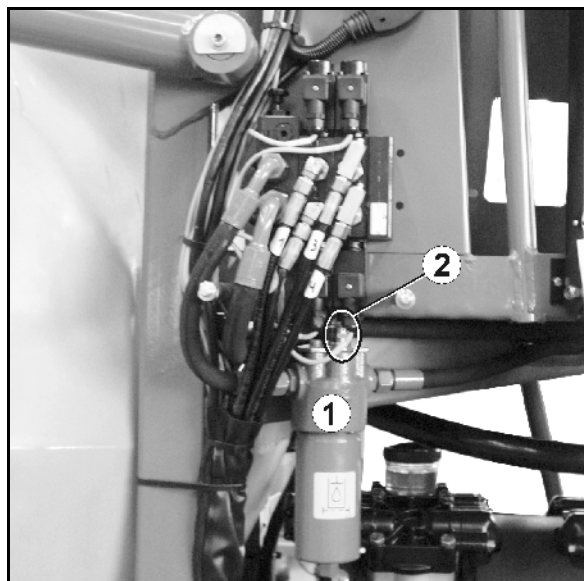

Bild 143
Oljefiltret (Bild 143/1) med sin igensättningsindikering (Bild 143/2) kontrollerar kontamineringen av hydrauloljan.
- Kontrollera regelbundet igensättningsindikeringen (Bild 143/2), för att säkerställa tillfredställande funktion för hydraulsystemet.
Byt endast hydraulfiltret (Bild 143/1) då hydraulanläggningen är trycklös! Olycksfallsrisk med utströmmande olja under högt tryck!